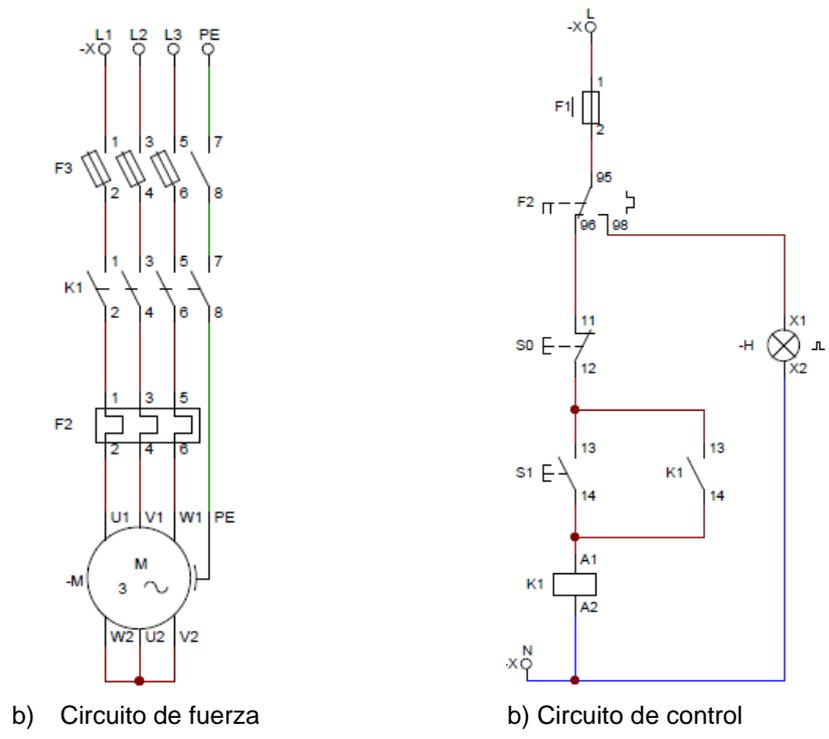

Figura 2. Esquemas de conexión para el arranque directo con auto enclavamiento de motores trifásicos de Vac.
1. Identifique los componentes de los circuitos de la figura 2.